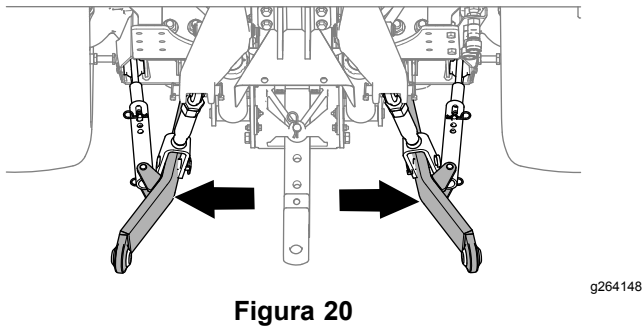

Figura 20
4. Ajuste los brazos del estabilizador (Figura 20) totalmente hacia fuera; consulte el *Manual del operador* de la máquina de remolque.